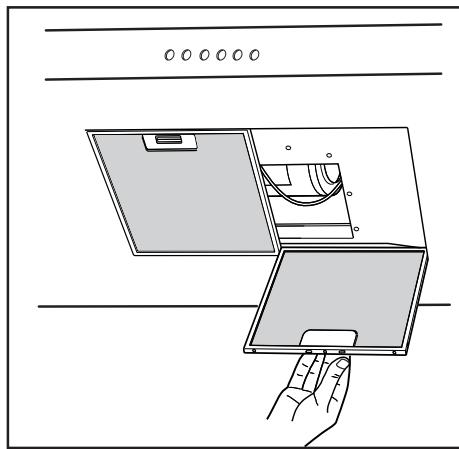

Fig.16
- La distanza minima fra la superficie di supporto dei recipienti di cottura sul dispositivo di cottura e la parte più bassa della cappa da cucina deve essere di almeno 65 cm. Se dovesse essere usato un tubo di connessione composto di due o più parti, la parte superiore deve essere all'esterno di quella inferiore. Non collegare lo scarico della cappa ad un condotto in cui circoli aria calda o utilizzato per evacuare fumi degli apparecchi alimentati da un'energia diversa da quella elettrica. Prima di procedere alle operazioni di montaggio, per una più facile manovrabilità dell'apparecchio disinserire i filtro/i antigrasso (Fig. 16).
- Se il vostro apparecchio è dotato di camino inferiore che necessita di fissaggio al corpo cappa con le viti, rimuovere dalla cappa i filtri antigrasso agendo sulle apposite maniglie (Fig.16). Avvitare quindi il tubo camino inferiore all'interno della cappa, utilizzando le viti **P** (Fig.14). Provvedere infine a ricollocare i filtri nel loro alloggiamento.